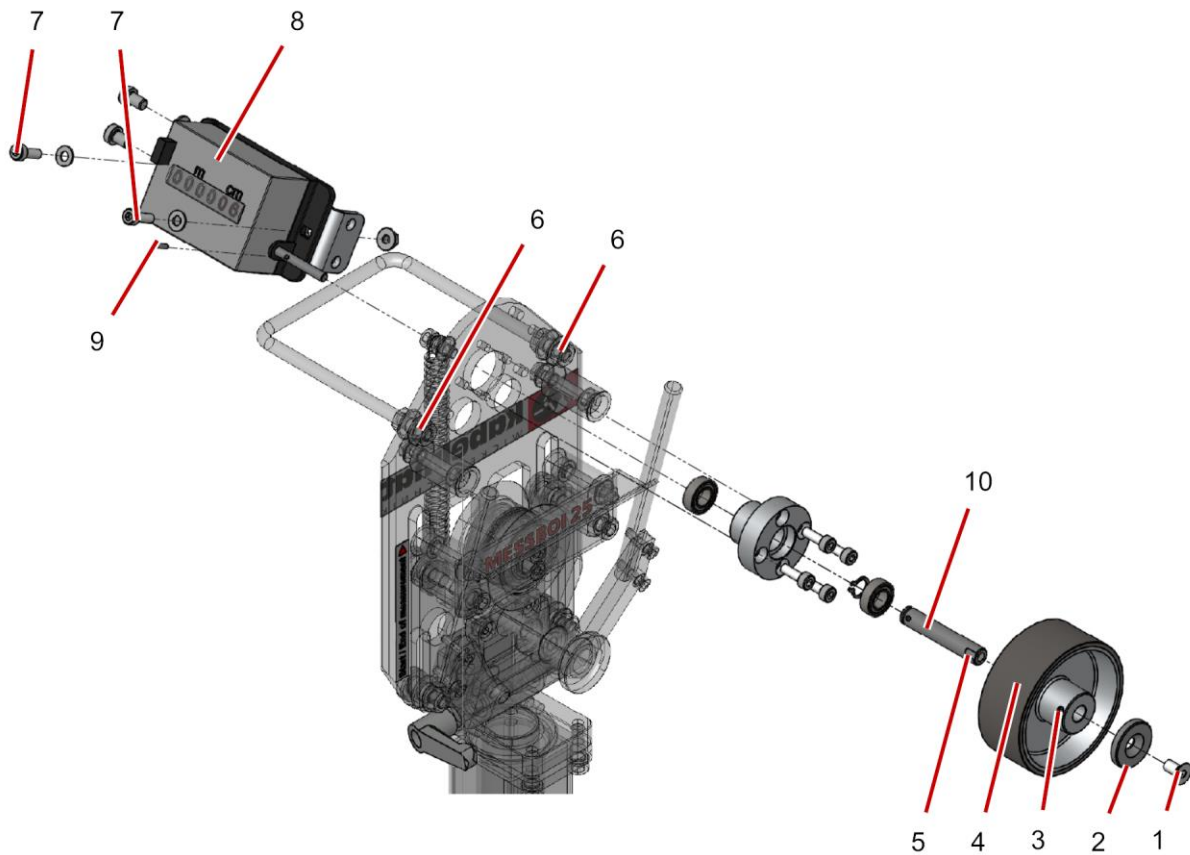

Fig. 11 Remplacer le compteur / la roue de mesure - MESSBOI 25
- ▶ Desserrer la vis à tête fraisée Fig. 11, 1.
- ▶ Retirer la vis à tête fraisée et la rondelle Fig. 11, 2.
- ▶ Desserrer la tige filetée Fig. 11, 3.
- ▶ Retirer la roue de mesure Fig. 11, 4.
- ▶ Serrer la tige filetée. Veiller à ce que la tige filetée soit vissée contre la surface de clé Fig. 11, 5.
- ▶ Desserrer les écrous Fig. 11, 6 sur la poignée et abaisser la poignée.
- ▶ Desserrer les vis Allen Fig. 11, 7.
- ▶ Retirer le compteur Fig. 11, 8.
- ▶ Extraire la goupille cylindrique Fig. 11, 9 et retirer l'arbre Fig. 11, 10.